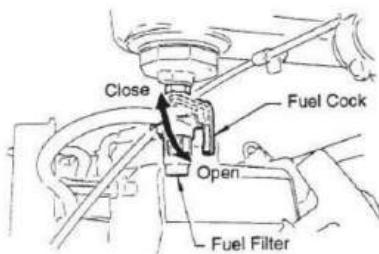

Fig. 5
1. Ouvrez le robinet d'arrêt de carburant en déplaçant le levier du robinet de carburant sur la position OUVERTE (Fig 5), puis placez l'interrupteur de démarrage/arrêt du moteur (Fig 5) sur la position DÉMARRAGE.
2. Fermez le robinet d'arrêt de carburant en déplaçant le levier du robinet de carburant vers la Position FERMÉE. Voir Figure 5.